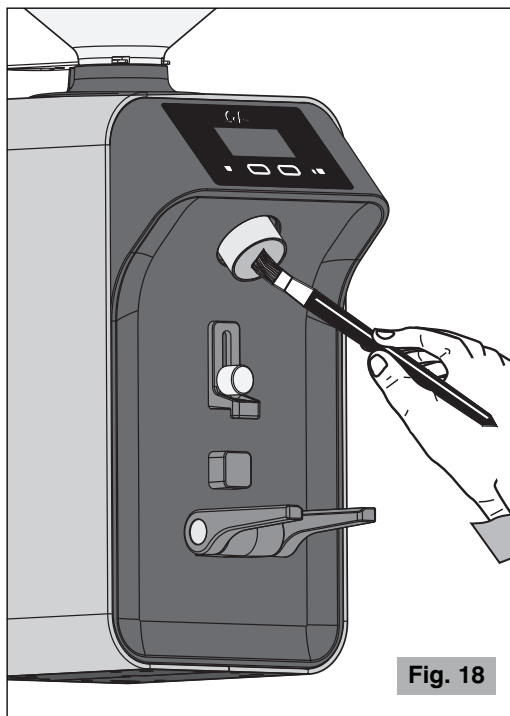

Fig. 18
- Utilizzare uno spazzolino o un pennello (Fig. 18) per pulire le zone più nascoste al suo interno e un panno asciutto per le altre superfici.